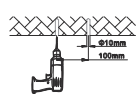

Figure 3
1. Marquez avec un marqueur ou un outil pointu sur la surface de montage et percez. (figure 3)